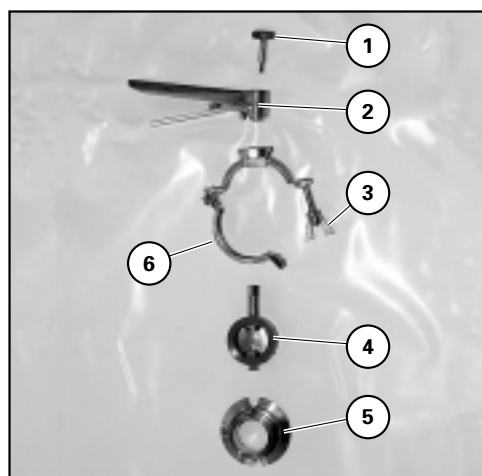

Bild 18
- Der Ablasshahn darf nicht weiter zerlegt werden, wie es in Abschnitt 4.1.1, Bild 18, dargestellt ist.